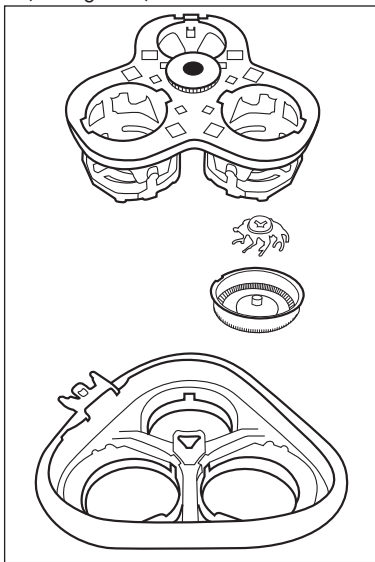

Figure 1
- 1) Appuyez sur la touche de déverrouillage ④. L'unité de rasage ② s'ouvre d'un coup.
- 2) Expanse un peu l'unité de rasage ② afin qu'elle se laisse extraire par le haut.
- 3) Appuyez un peu sur la couronne dentée noire et tournez-la doucement en sens inverse des aiguilles d'une montre jusqu'à ce qu'il soit possible de soulever la fixation des têtes de rasage et de la retirer (voir figure 1).
- 5) Remontez l'unité de rasage ❷. À cette fin, servez-vous de la figure 1 :
- Placez les 3 têtes de rasage dans les évidements que comporte la tête de rasage ❷. Veillez ce faisant à ce que les entailles sur le bord des têtes de rasage appliquent contre les crans dans l'orifice.